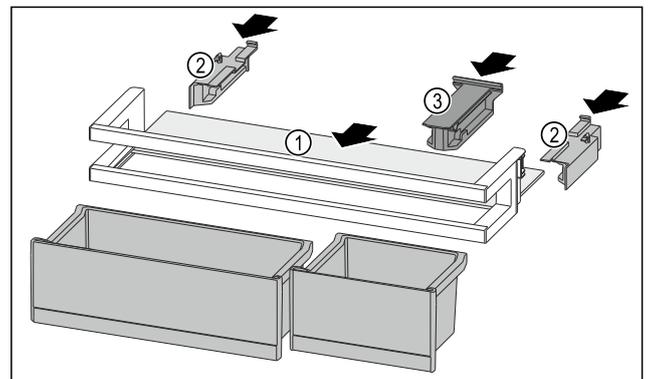

Fig. 120
- Insérer la tablette de rangement Fig. 120 (1) dans les évidements latéraux.
- Installer les parties latérales Fig. 120 (2).
- Installer la pièce de retenue Fig. 120 (3).